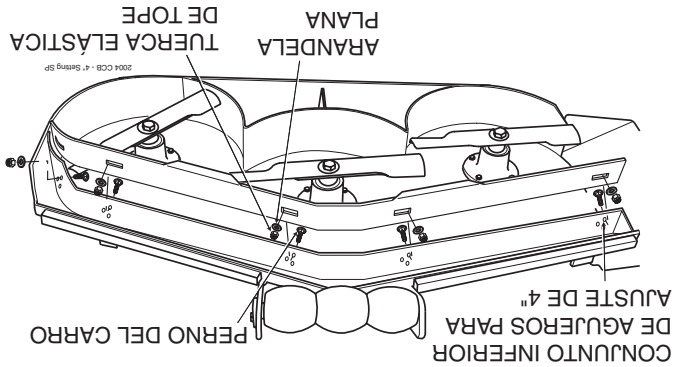

Figura 6-11. Posición 4" del deflector de corte personalizado
C. Posición 4" - el deflector se instala usando el conjunto inferior de agujeros en el deflector frontal soldado dentro de la plataforma de corte. (Vea la Figura 6.11) La colocación del deflector en el ajuste de 4" mejorará el corte en otoño (recogida de hojas) y reducirá los "soplos" en la plataforma de corte.